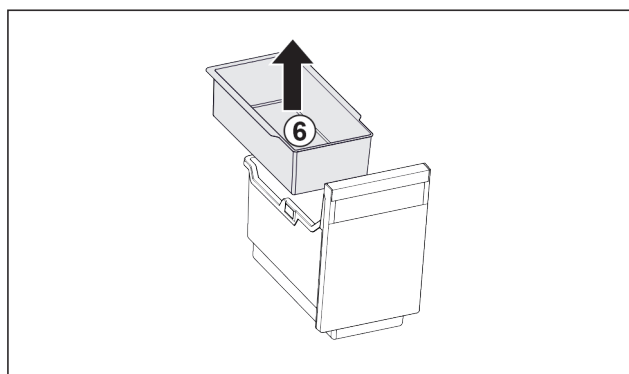

Fig. 140
- ▶ Vyjměte závěsnou misku Fig. 140 (6).